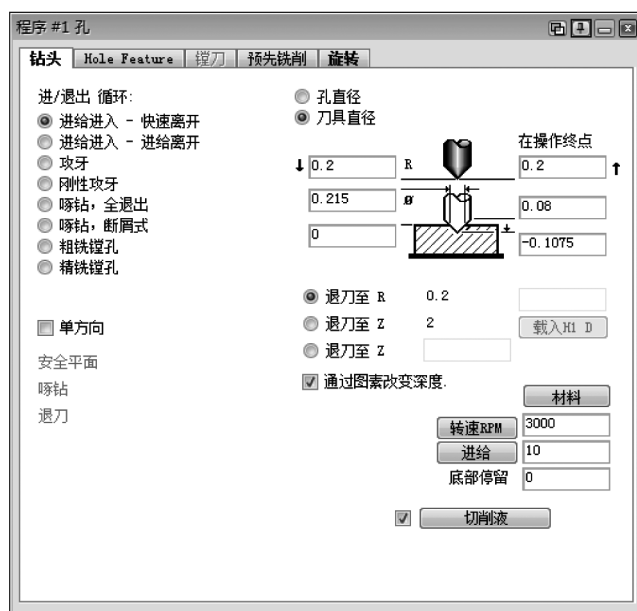

图 2-52 孔工艺参数#1
6) 使用刀具 #1 生成孔工艺参数#1，如图 2-52 所示。